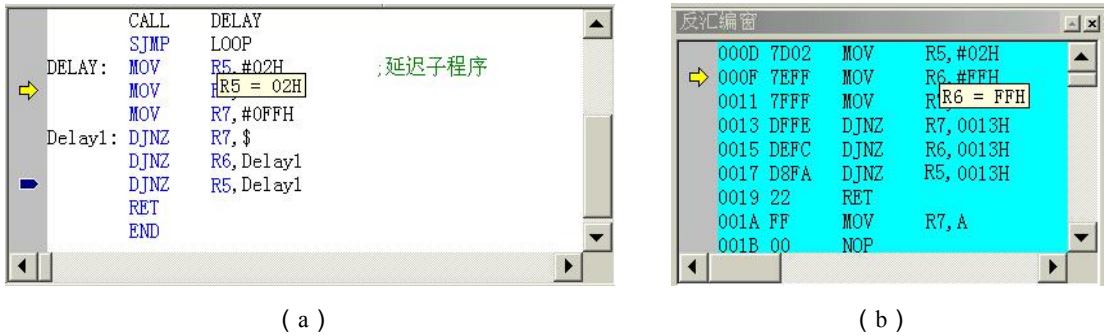

图 1.11 查看变量
(1) 鼠标移到文件窗、反汇编窗口中的变量、寄存器、内部 RAM、外部 RAM 上，半秒钟后，在它们的旁边，会显示相应的值，如图 1.11 所示。